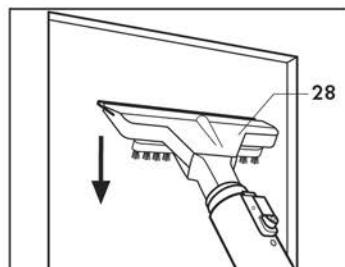

Fig. 12
- appuyer la racle en caoutchouc sur la surface et aspirer l'eau présente en effectuant des mouvements rectilignes verticaux vers le bas (**Fig. 12**).